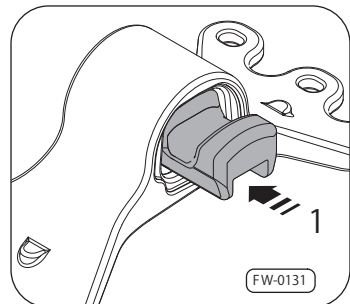

図31 ラバー・ダンパーの挿入
1. 新しいラバー・ダンパー（図31）をマウンティング・ブラケット（ベアリング・ブロック）の開口部に矢印1の様に横から押し込んで下さい。その時に正しい位置を確認して下さい。